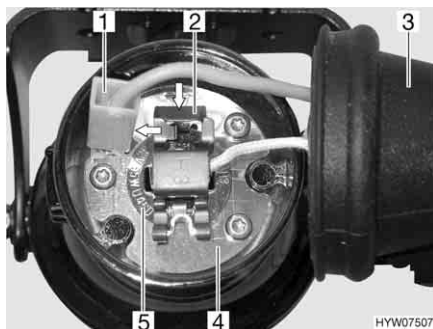

Fig. 127 Luce fendinebbia
- Afferrare dietro la luce fendinebbia e togliere il copripolvere di gomma (Fig. 127,3) dall'involucro (Fig. 127,4).
- Togliere il cavo negativo (Fig. 127,1) dall'involucro.
- Premere la graffa di supporto (Fig. 127,2) per sganciarla e spingerla di lato.
- Estrarre dall'involucro la lampada ad incandescenza (Fig. 127,5) con il cavo.